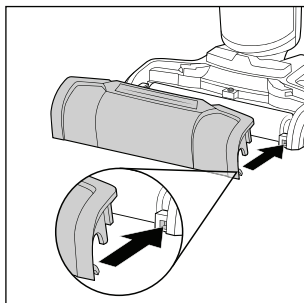

Fig. 41
- ◆ Volte a montar a proteção contra salpicos **7**, posicionando-a primeiro nas fixações no pé **3** (ver fig. 41).